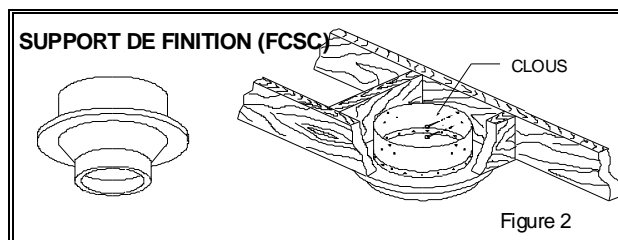

Figure 2
- 2** Par dessous, poussez le support dans l'ouverture. Clouez le support à la boîte avec 12 clous vrillés de 3 po (voir Fig.2).